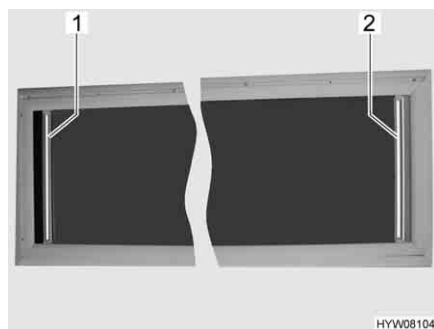

Fig. 48 Finestra apribile sul tetto
- Chiusura:* ■ Afferrare la tendina oscurante pieghevole (Fig. 48,2) per la parte centrale della barra di presa, estrarla e rilasciarla nella posizione desiderata. La tendina oscurante pieghevole rimane in questa posizione.
- Apertura:* ■ Afferrare la tendina oscurante pieghevole (Fig. 48,2) per la parte centrale della barra di presa e spingerla lentamente nella posizione iniziale.
- Chiusura:* ■ Afferrare la protezione contro gli insetti (Fig. 48,1) per la parte centrale della barra di presa, estrarla e rilasciarla nella posizione desiderata. La protezione contro gli insetti rimane in questa posizione.